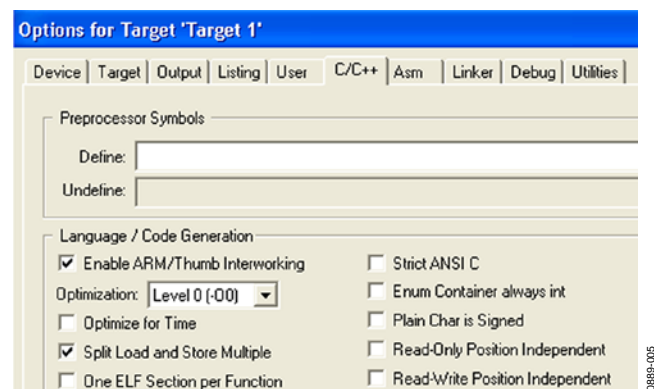

図 5. Split Load and Store Multiple オプションの選択
- タイマーの FIQ 割り込み遅延の変動。ARM7 の可能な割り込み遅延は最大 45CPU クロックです。10.24MHz の CPU クロックでは、最大  $4.4\mu\text{s}$  になります。最小割り込み遅延は 5CPU クロック ( $0.5\mu\text{s}$ ) です。ワーストケースの遅延は、ARM7 コアが LDMIA または STMIA (複数の値をメモリからロードまたはメモリへ格納) を実行しているときに生じます。この遅延を最小限に抑えるには **Split Load and Store Multiple** コンパイラ・オプションを選択します。この使用方法については図 5 を参照してください。